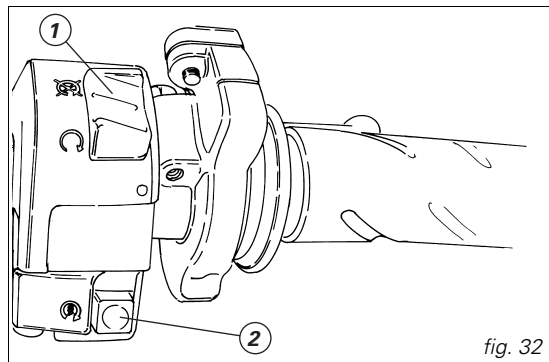

fig. 32
3) Assurez-vous que le commutateur d'arrêt (1, fig. 32) soit en position  (RUN) ; appuyez ensuite sur le bouton de démarrage (2, fig. 32).
Ce motocycle est doté de démarrage servocommandé. Cette fonction permet le démarrage servocommandé du moteur en appuyant sur le bouton (2, fig. 32) et en le relâchant immédiatement. En appuyant sur le bouton (2) le moteur démarre automatiquement pendant un temps maximum qui varie en fonction de la température du moteur.